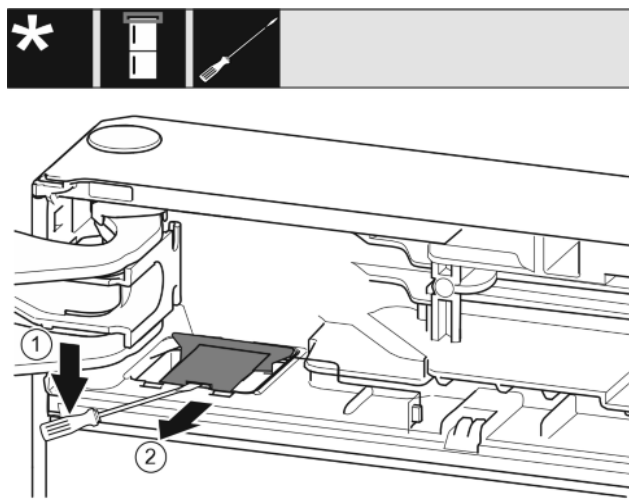

Fig. 8
- ▶ Cu o șurubelniță plată deblocați și ridicați apărătoarea. Fig. 8 (1)
- ▶ Extrageți apărătoarea. Fig. 8 (2)